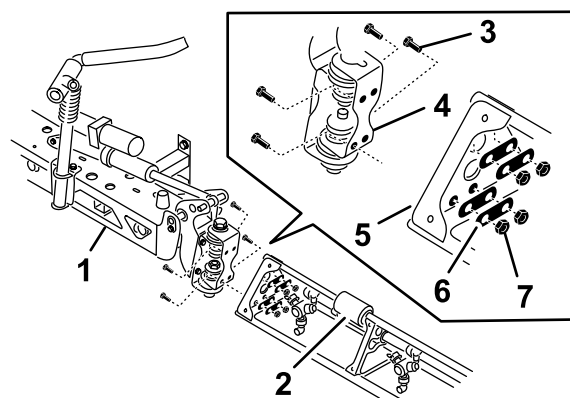

Figura 40
- Rode cada suporte articulado no final da secção da rampa central de forma a que os suportes alinhem verticalmente (**Figura 40**).
4. Monte a placa da articulação na placa triangular com quatro parafusos de cabeça flangeada, quatro placas posteriores e quatro porcas de bloqueio flangeadas (Figura 40) que removeu no passo 1.
6. Alinhe a extremidade da barra do cilindro de elevação da rampa com os furos na buzina do suporte articulado (Figura 40).
7. Prenda a extremidade da barra ao suporte articulado com um passador de forquilha e perno de gancho (Figura 40).